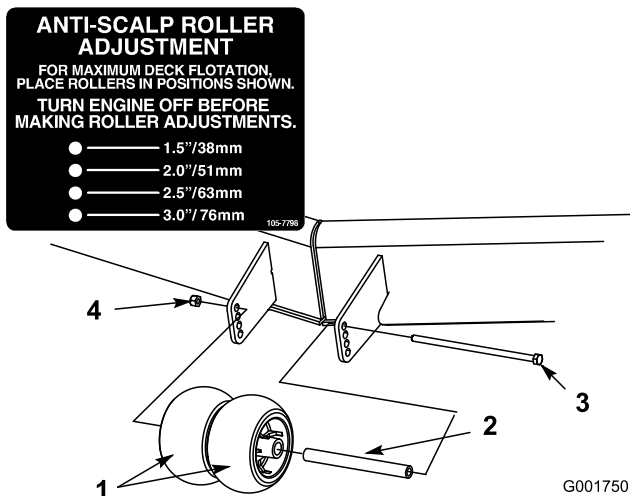

Figure 19
3. Lorsque la hauteur de coupe est réglée, enlevez l'écrou à embase, la bague, l'entretoise et le boulon (Figure 19).
4. Choisissez le trou qui convient pour que les galets centraux se trouvent le plus près possible de la hauteur de coupe correspondante voulue (Figure 19).
5. Posez les galets centraux, la bague, l'entretoise, le boulon et l'écrou (Figure 19).